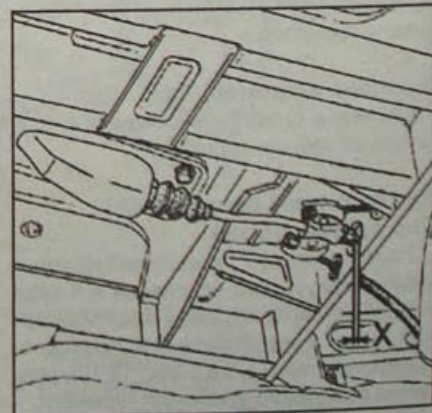

Рис. 12.22. Место измерения регулировочного размера (X) стояночного тормоза
- Отметьте регулировочный размер (X, рис. 12.22) стояночного тормоза около компенсатора.